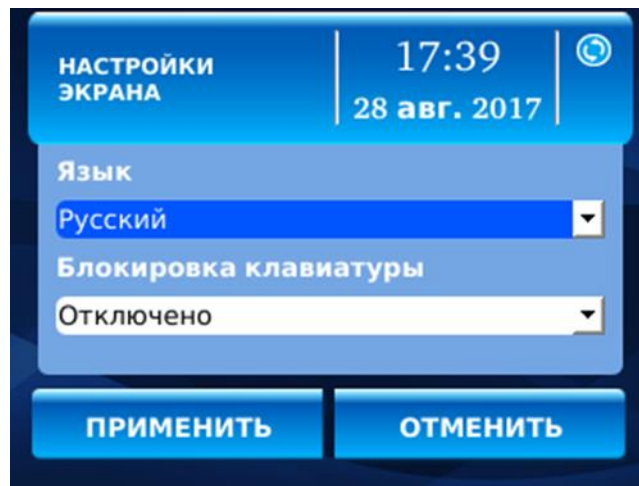

Рисунок 37 – Окно раздела «Настройки экрана»
2.4.1.2.3 При выборе пункта «Экран» откроется окно раздела «Настройки экрана» (см. рисунок 37).